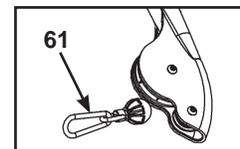

Figure 1
1. Pose des mousquetons (reportez-vous aux étapes 1A et 1B et à la figure 1).
- C. Attachez chaque mousqueton (n° 61) au câble, sur chaque bras à câble. Reportez-vous à la figure 1.